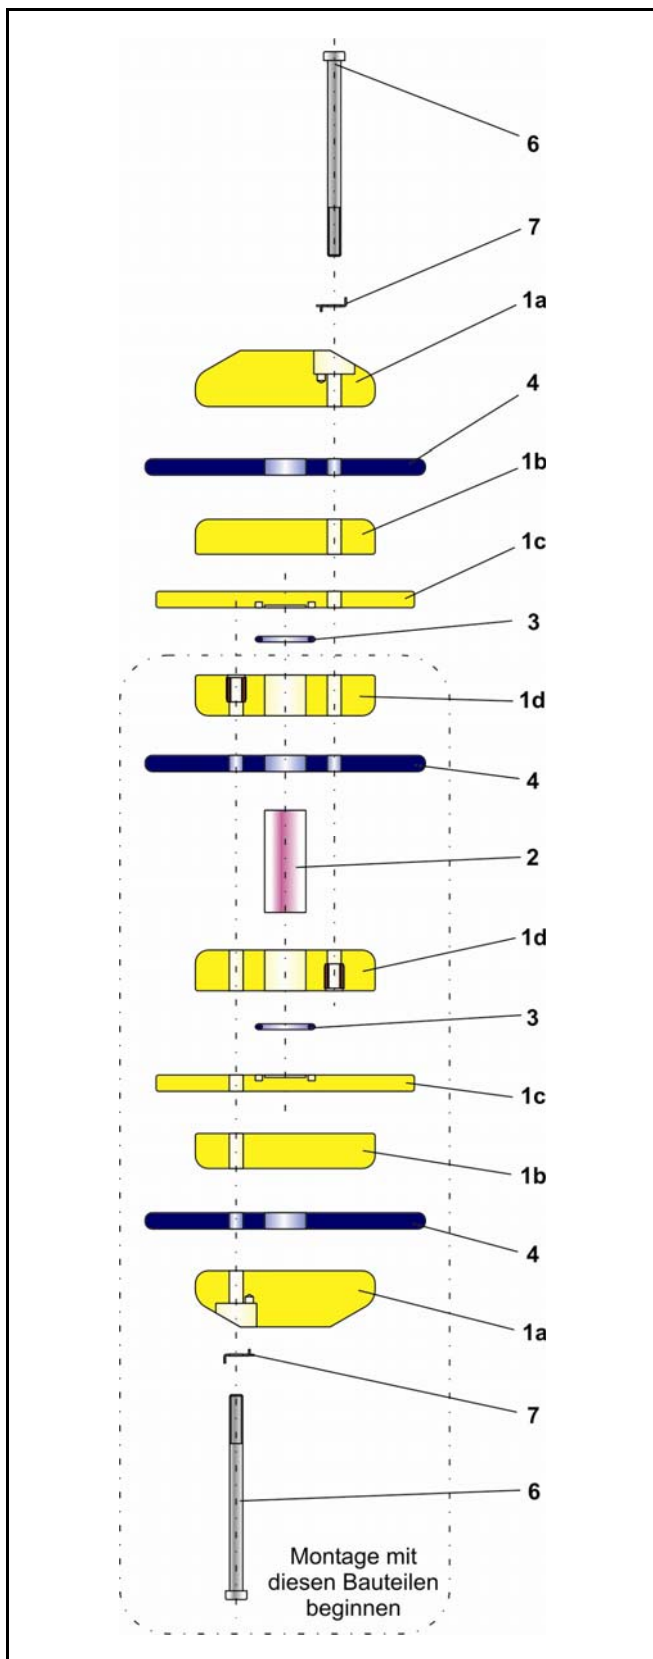

Bild 8 - Explosionszeichnung des Molches TWIN 5
- Einzelteile reinigen und auf Beschädigungen prüfen, Dichtlippen (4), O-Ringe (6) und Sicherungsbleche (7) durch Neuteile ersetzen.
- Molch nach Bild 8 von innen nach außen montieren. Zweckmäßig ist der Beginn mit der markierten Baugruppe.